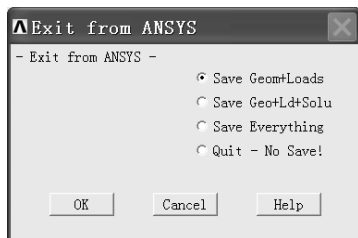

图 1-51 “Exit from ANSYS”窗口
(5) 单击“EDWRITE Command”窗口右上角的叉号，关闭该窗口。
(6) 单击操作界面右上角的叉号，关闭整个操作界面，弹出“Exit from ANSYS”窗口（见图 1-51）。
(7) 选中“Exit from ANSYS”窗口中“Save Everything”前面的单选框，再单击该窗口中的“OK”按钮。